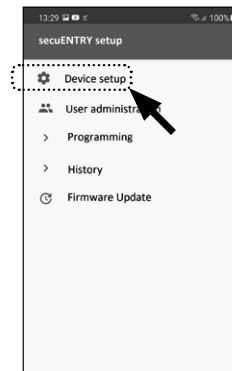

Abb. 7
- Tippen Sie in dem Folgemenü auf „*Device Setup*“ (Abb. 7). Hier können Sie secuENTRY Einheiten der App hinzufügen und einrichten.